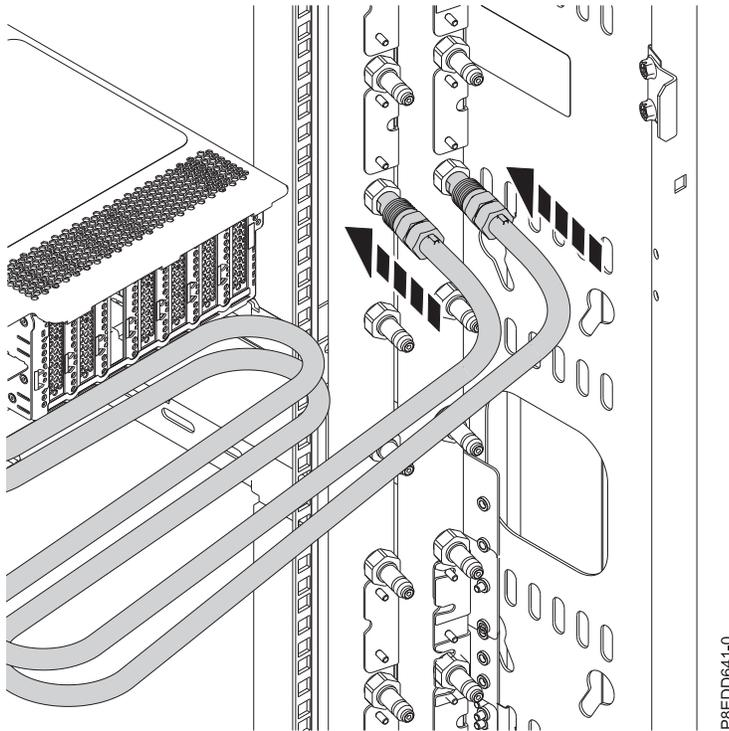

Figura 44. Conexión de las mangueras de agua
7. En un sistema refrigerado por agua, conecte las mangueras de agua de la parte posterior del bastidor en el colector, tal como se muestra en la Figura 44. Asegúrese de enchufar la manguera macho en el enchufe hembra del colector y la manguera hembra en el enchufe macho del colector.